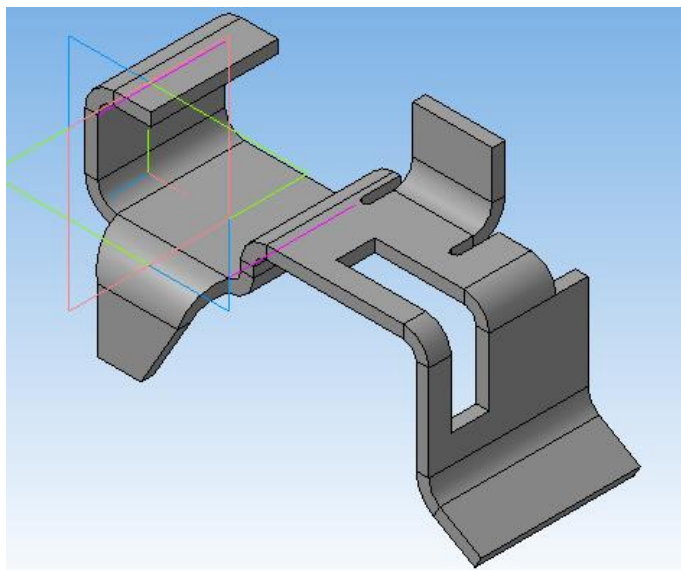

Рисунок 61.
3. Нажать «Создать объект», система выполнит требуемый сгиб (рисунок 61).